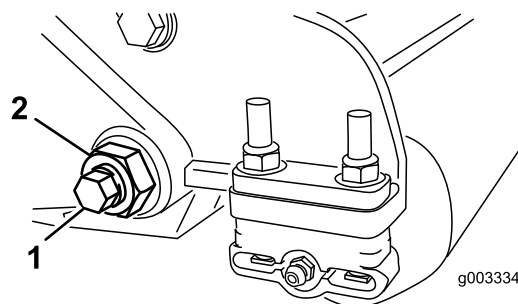

図 31
3. ベッドバーボルト 図 31 を固定しているロックナット機体両側をゆるめる。
4. 各ベッドバーボルトを外してベッドバーを下方に引くと、カッティングユニットから取り外せるようになります (図 31)。